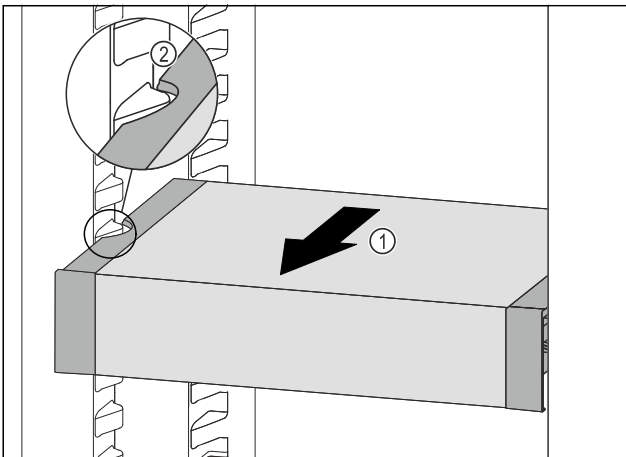

Fig. 125
- ▶ Tire del VarioSafe hacia delante Fig. 125 (1) hasta que los huecos laterales del VarioSafe se encuentren a la altura de la nervadura del recipiente en el compartimento del frigorífico. Fig. 125 (2)